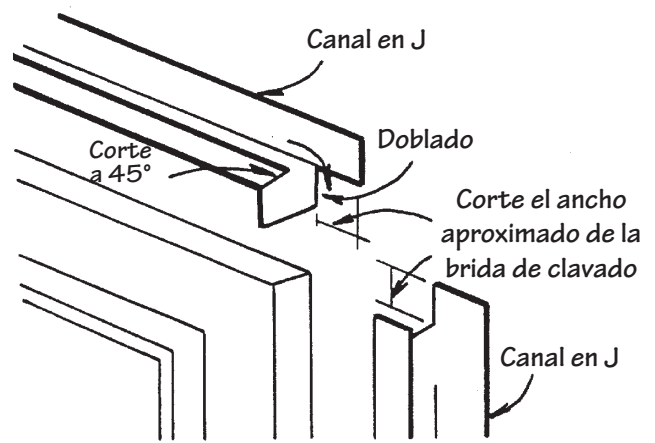

Figura 54.
- Corte el canal en J superior del ancho del entramado MÁS el ancho de los canales en J laterales. Haga una muesca en el canal en J en ambos extremos, doble las lengüetas hacia dentro del canal en J y sujete la parte superior del canal en J (Figura 54).